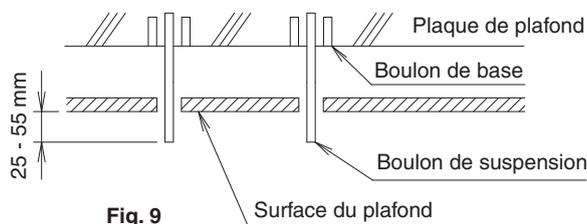

Fig. 9
**(4) Installez les boulons de suspension.**
- Réglez la longueur du boulon de suspension à partir du plafond en avance. **(Reportez-vous à la Fig. 9)**
- Les pièces illustrées dans la Fig. 9 seront toutes fournies sur place.